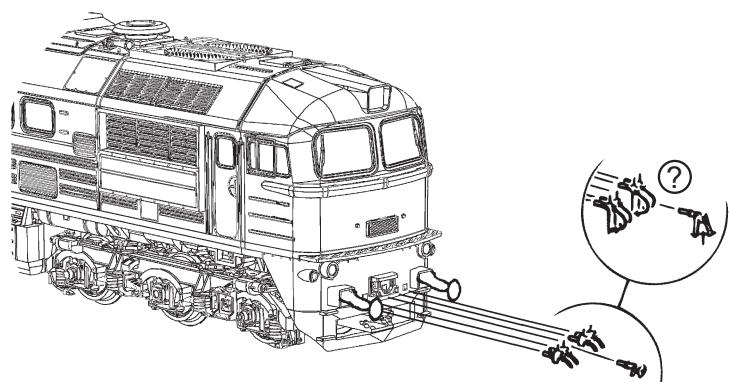

Fig. 2
**Aufrüstung:** Im beigelegten Zurüstbeutel finden Sie kleine vorbildgetreue Steckteile für eine erweiterte Aufrüstung Ihres Modells (Fig. 2), die Sie bitte vorsichtig montieren.
Le sachet joint comprend entre autres des petites pièces de finition conformes à la réalité et à **rapporter avec précaution** par le modéliste (fig. 2), si désiré. **Attention:** N'utilisez de la colle qu'aux endroits expressément indiqués aux dessins!
**Attention!** Use glue only if indicated (fig. 2).